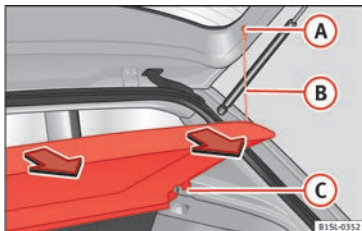

Abb. 137 Im Gepäckraum: Gepäckraumabdeckung aus- und einbauen.
- Hängen Sie die Streben »» Abb. 137 (B) aus den Aufnahmen aus (A).
- Ziehen Sie die Abdeckung nach oben aus der Aufnahme (C) und anschließend nach außen.